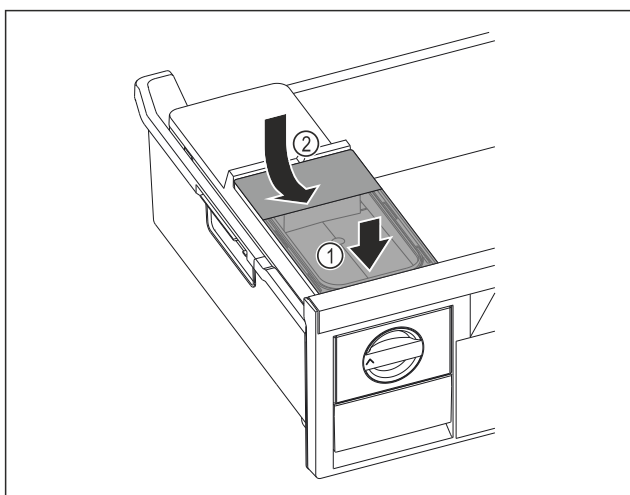

Fig. 99
- ▶ Nasad'te vpředu nádržku na vodu. Fig. 99 (1)
- ▶ Spus'tě nádržku na vodu vzadu dolů. Fig. 99 (2)